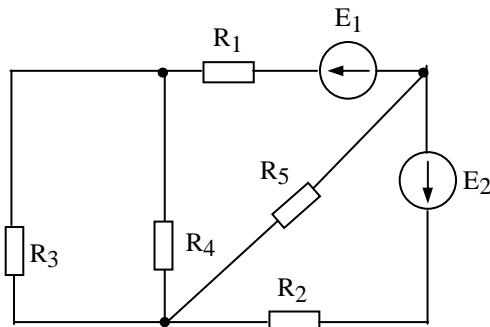

Рис.1.4.19
1.4.19. Определить ток в резисторе сопротивлением R_5 при заданных параметрах элементов схемы (рисунок 1.4.19): $E_1=100$ В, $E_2=25$ В, $R_1=6$ Ом, $R_2=5$ Ом, $R_3=20$ Ом, $R_4=5$ Ом, $R_5=10$ Ом. Каким должно быть сопротивление резистора R_5 , чтобы в нем можно было получить максимальную мощность.